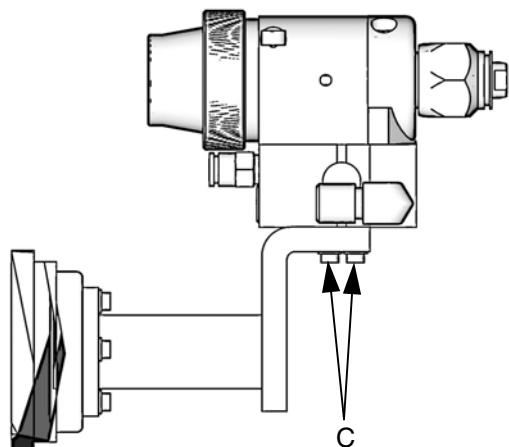

图 4：固定支持件安装
要将喷枪安装到固定支持件上 (参见 图 4 和第 28 页的 安装孔布局)：
- 在喷枪气缸供气管路的空气调节器下游安装一个放气型空气截止阀，以便切断喷枪气缸的供气。将供气管路连接到喷枪气缸的进气口 (C)。参见图 4。
- 进行喷涂时，在喷枪流体入口 (F) 安装管路流体过滤器（部件号：210500），以避免流体中的颗粒物堵塞喷嘴。参见图 4。
- 将导电性流体软管连接到喷枪的流体入口 (F) 或可选管路过滤器上。